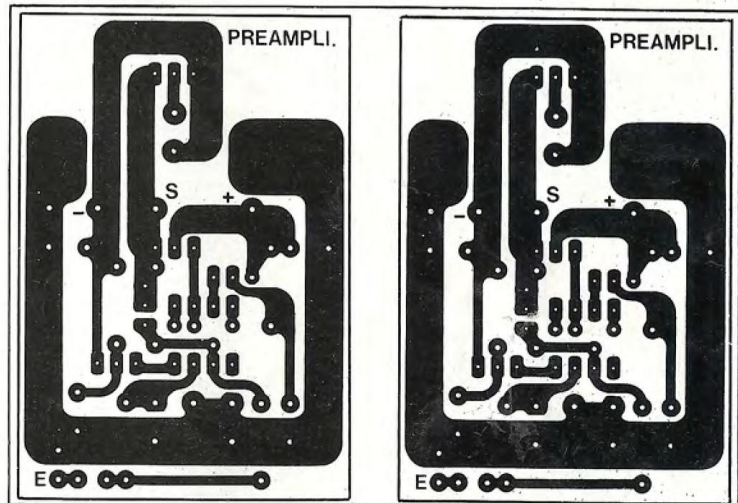

Fig. 8B
- Le préampli haut-niveau, en figure 8B